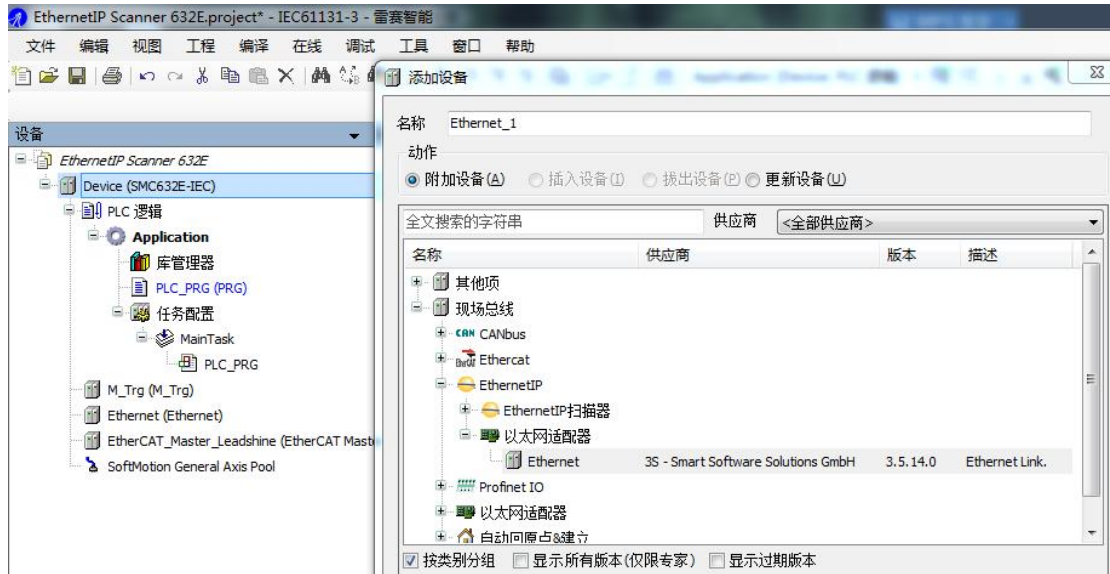

图 13.78 添加“Ethernet”设备
1) 和配置从站一样，配置主站时，先添加“Ethernet”设备，如图 13.78 所示。